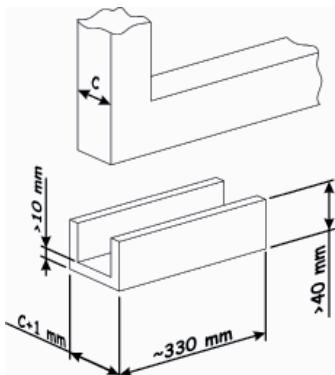

Fig. 9
• gebruik een U-profiel met de afmetingen die zijn aangeduid in Fig. 9;